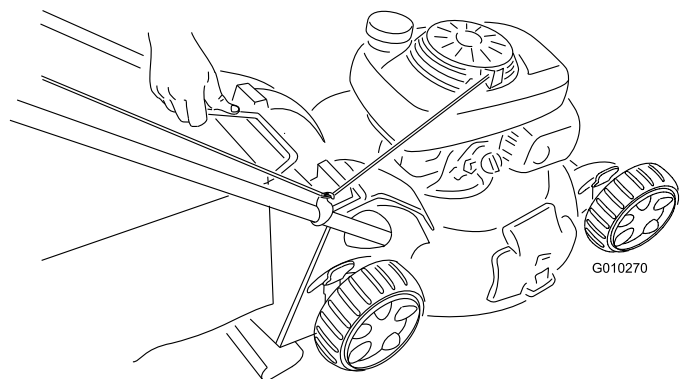

Figure 32
2. Soulevez le bac à herbe par la poignée pour le dégager des rainures en haut de la tondeuse, ce qui permettra de le retirer (Figure 32).